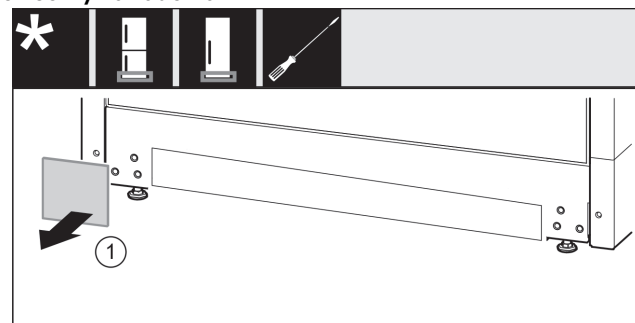

Fig. 47
- ▶ Odoberte kryt Fig. 47 (1).